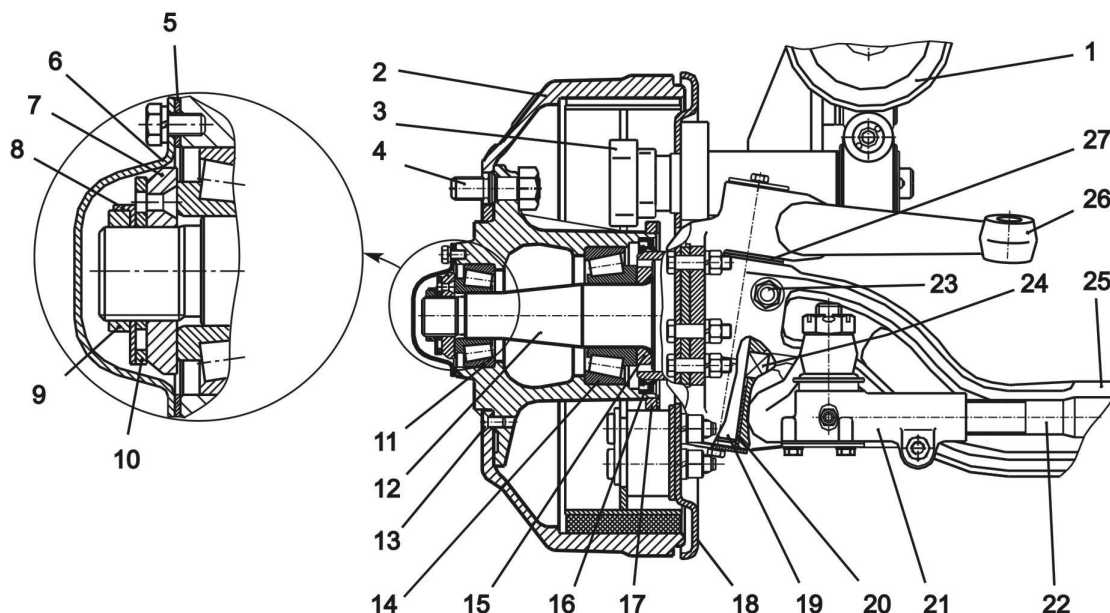

Рис. 5-4 Ось передняя с тормозным механизмом и ступицей (ОАО "КААЗ")
Передняя ось ОАО "КААЗ" (рис. 5-4) состоит из балки двутаврового сечения, поворотных цапф и шкворней, закрепленных в бобышках балки клиньями. Между торцом верхней проушины вилки и торцом бобышки балки установлены регулировочные шайбы, с помощью которых устраняется зазор в соединении. Шкворни имеют две лыски под клин, расположенные под углом 90°, что позволяет поворачивать шкворень при одностороннем износе.
2. Снять крышку ступицы 6 (рис. 5-4) и отогнуть замочную шайбу 8 от грани контргайки 9.